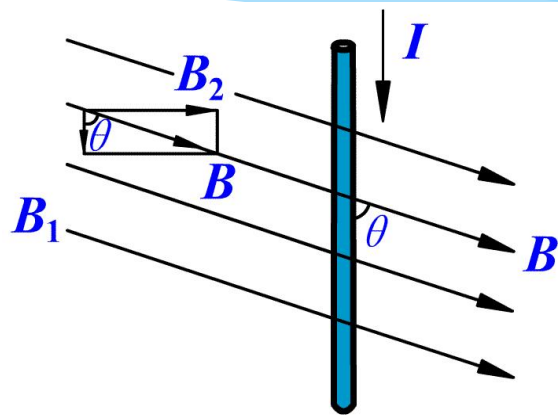

图 5-3 磁场对直线电流的作用力
(2) 当电流 I 的方向与磁感应强度 B 平行时，导线不受安培力作用。
(3) 如图 5-3 所示，当电流 I 的方向与磁感应强度 B 之间有一定夹角时，可将 B 分解为两个互相垂直的分量：